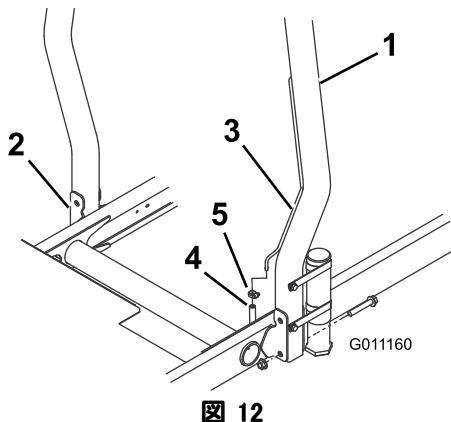

図 12
1. ROPSを機体の固定穴に差し込み、取り付け穴を整列させる。ROPSについている換気管が機体の左側にくるように配置すること(図 12)。
2. ROPS のそれぞれの側をフランジヘッド・キャップスクリュとロックナット (各 2) で固定する (図 12)。81 N.m (8.3 kg.m = 60 ft-lb) にトルク締めする。